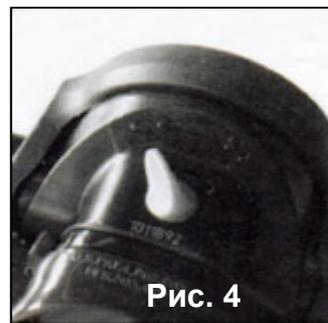

Рис. 4
1. До подключения Вашего регулятора к баллону установите ручку регулировки эффекта Вентури, расположенную на второй ступени регулятора, в положение «MIN» (или «-») (см. рис. 4 и рис. 5).